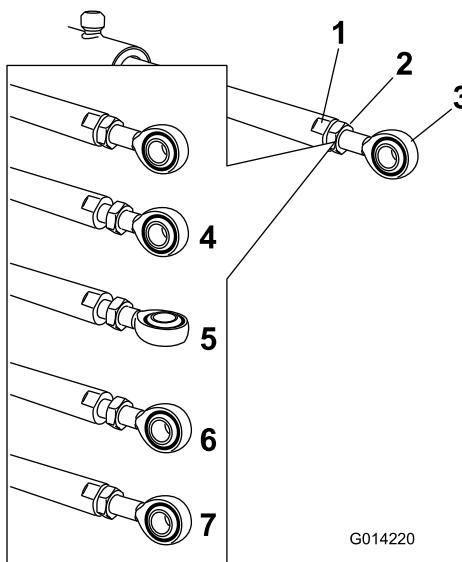

図 107
5. アクチュエータロッドの平らな部分にレンチを当ててロッドを保持しながらジャムナットをゆるめる図 107。
6. ロッド端部を回転させてアクチュエータを希望の位置に調整する図 107。